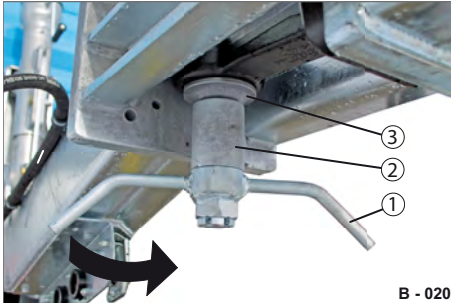

Abb. 29 Zugöse unten angeschlagen
- ▶ Schrauben Sie die Flügelmutter (Abb. 29/1) komplett ab.
- ▶ Entfernen Sie den Abstandshalter (Abb. 29/2) und die Scheibenauflage (Abb. 29/3).